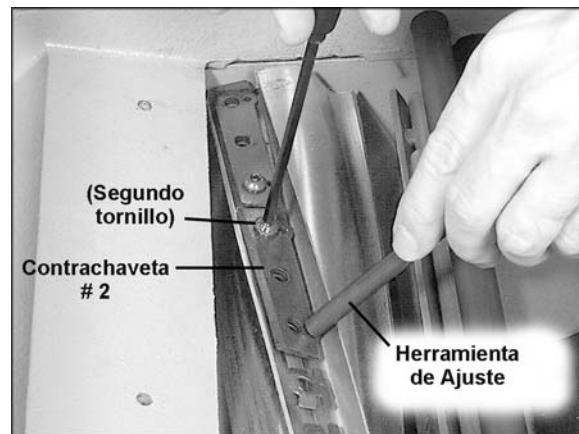

Figura 19 – Modelo 15S solamente
8. Ponga la primera contrachaveta en su lugar en el extremo de la cabeza de corte. Use los pasadores de ajuste de la cuchilla mostrados en la Figura 19. Los pasadores de ajuste caben
10. Coloque la siguiente contrachaveta en posición y repita el proceso. Vea la Figura 19. Use los pasadores de ajuste y asegúrese de que las alas de la cuchilla se encuentren por completo en el canal de la cabeza de corte. Continúe secuencialmente desde un extremo de la cabeza de corte al otro. Nuevamente, solo ajuste los tornillos lo suficiente para que sostener a las cuchillas en el canal.